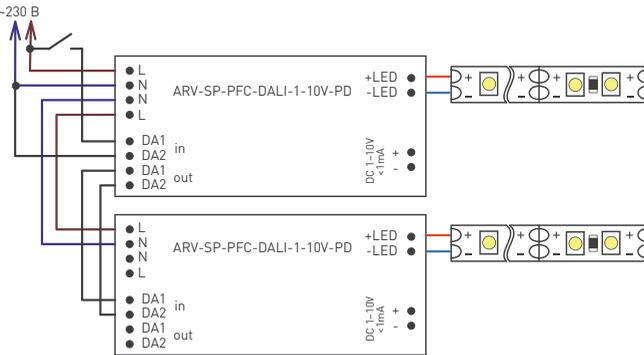

Рис. 2. Структурная схема соединения оборудования при использовании управления **PUSH DIM**
- 3.7. Если используется управление **PUSH DIM**, необходимо на клеммы **DA1** и **DA2** подавать напряжение сети ~230 В через кнопку (нефиксируемый клавишный выключатель) с нормально разомкнутыми контактами, включенную в разрыв фазного провода сети. Для этого подключите провод управления (**DA2**) к проводу **N** («ноль»), а провод управления (**DA1**) через кнопку к проводу **L** («фаза»). Структурная схема подключения оборудования при управлении **PUSH DIM** показана на рис. 2. При использовании функции **PUSH DIM** общая длина кабеля, подключенного ко входу управления источника питания, не должна превышать 20 м. Для данного подключения кабель управления должен находиться в удалении от силовых кабелей.